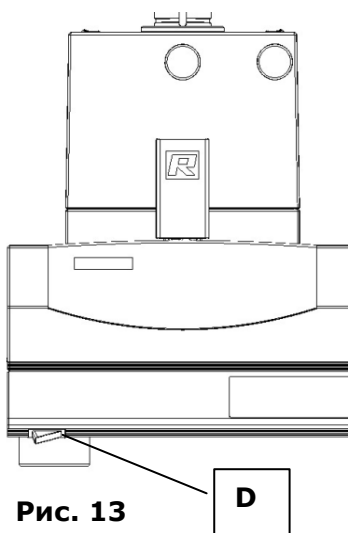

Рис. 13
- При помощи клавиши пуска **Q** запускается процесс измельчения. **Рис. 13**